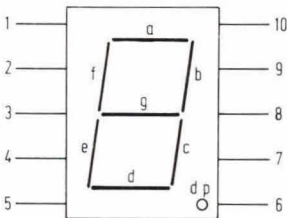

Fig. 11. common kathode: 1 en 6; a=10; b=9; c=8; d=5; e=4; f=2; g=3; dp=7
- Aansluitingen en karakteristieken: zie fig. 11.